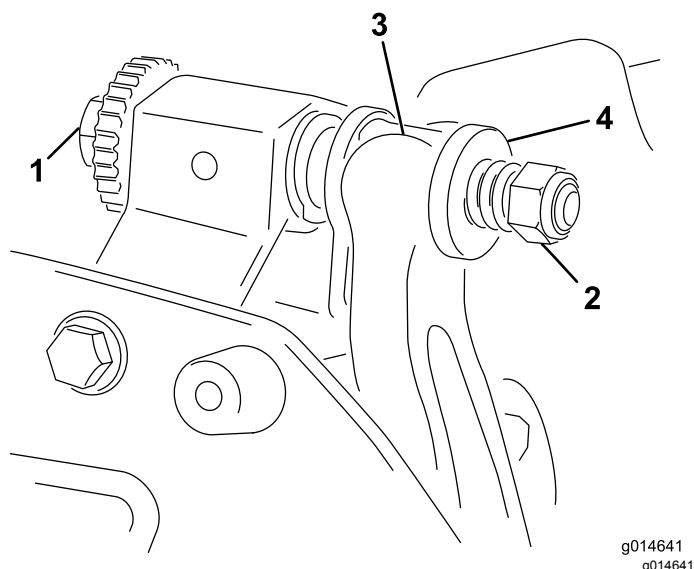

Figura 19
1. Rode o parafuso de ajuste da barra de apoio no sentido contrário ao dos ponteiros do relógio, para afastar lâmina de corte do cilindro (Figura 19).
2. Faça recuar a porca da mola tensora até que a anilha deixe de estar sob tensão contra a barra de apoio (Figura 19).